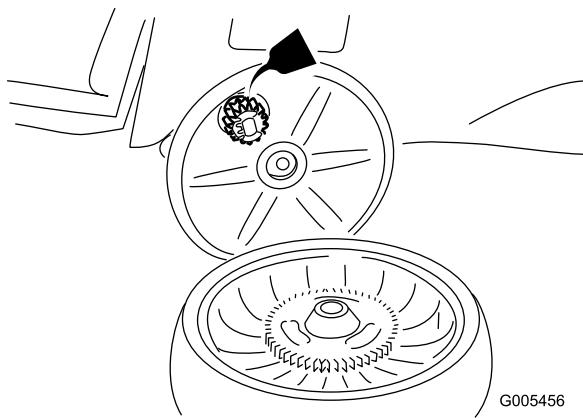

Bild 29
- Tragen Sie Schmieröl auf die Innen- und Aussenseiten des Getriebes auf, wie in Bild 29 gezeigt.